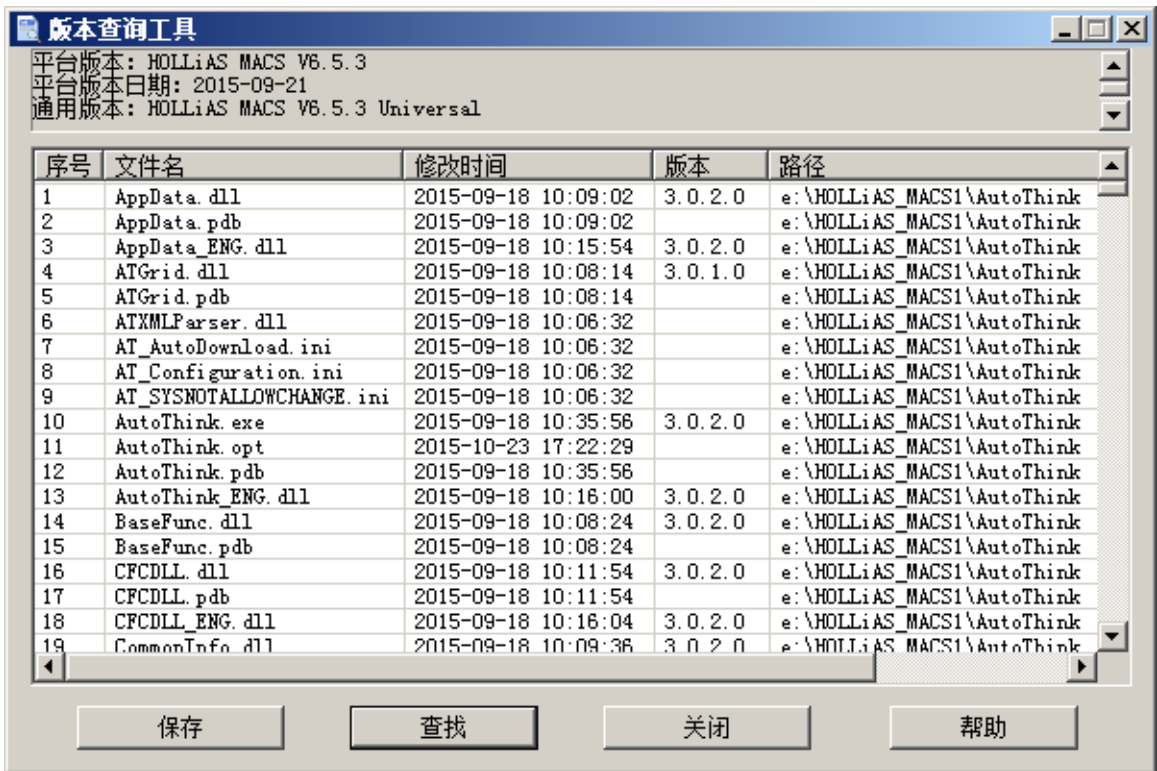

图 5.2-2 版本查询工具
- **查找:** 单击**查找**按钮, 窗口下方出现查找条件输入框, 输入完整或者部分文件名称, 单击输入框右侧的**查找**按钮, 系统以包含关系在列表中反色定位到所需内容, 如图 5.2-2 所示。